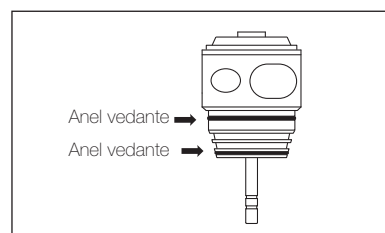

Fig. 12
- Certifique-se de que os dois anéis vedantes (Fig. 12) estão colocados corretamente no rotor.